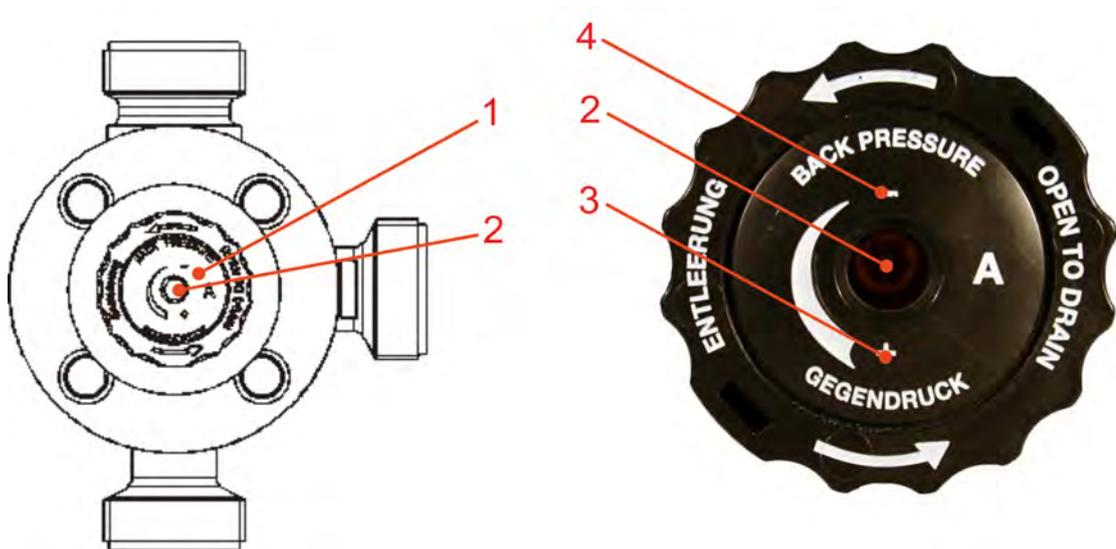

Fig. 8 : Réglage de la fonction du maintien de la pression (contre-pression)
| 1 | Entrée de la soupape (de la pompe doseuse)                     | 5 | Côté maintien de la pression: vidage (bouton de réglage « A »), Fig. 8 |
➔ Diminuer ou augmenter progressivement la valeur de base ajustée en tournant respectivement le bouton rotatif « A » (Fig. 8 , pos. 2) avec une clé pour vis à six pans creux (INBUS, ouverture : S5) dans le sens des aiguilles d'une montre ou dans le sens inverse.